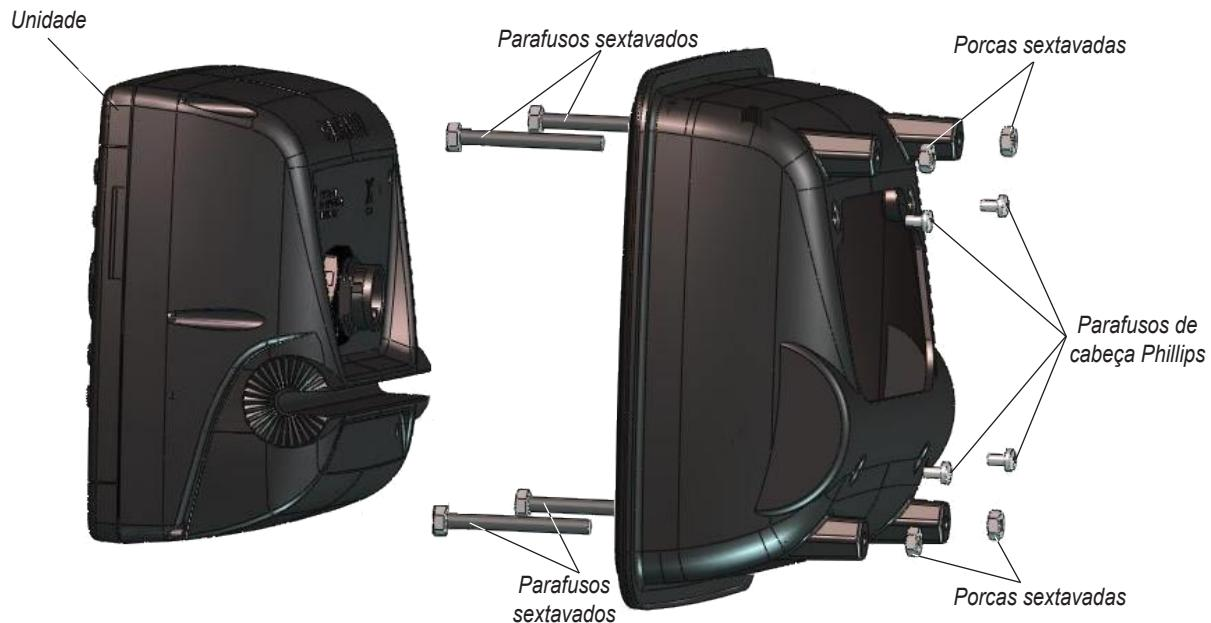

Figura 1
2. Instalar o hardware de montagem (ver a figura 1):
- Introduza os (4) parafusos sextavados na armação, de modo a que fiquem visíveis na parte posterior.
- Fixe os parafusos com as (4) porcas sextavadas. Aperte as porcas com a chave inglesa de 9/32" (7 mm), mas sem apertar demasiado.
- Utilize os (4) parafusos de cabeça Phillips para fixar a armação à unidade.